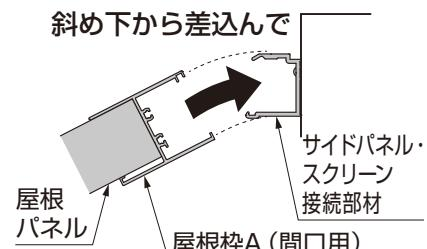

図7-1
- ①屋根パネルをサイドパネル・スクリーン接続部材に斜め下から差込んでください。(図7-1参照)